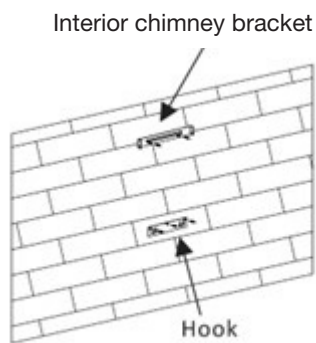

Fig.2
2. Kullfiltrene er plassert på begge sider av motoren. Drei filtrene til de er sikret (se fig. 2).